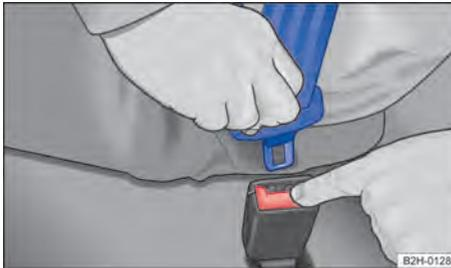

Fig. 21 Soltar a lingueta do fecho do cinto de segurança.
1. Pressionar o botão vermelho no fecho do cinto de segurança → Fig. 21. A lingueta do cinto de segurança salta para fora.